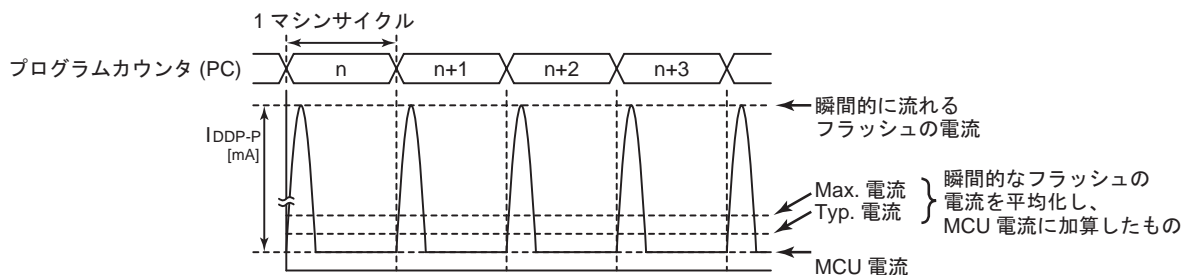

図 25-4 フラッシュメモリの間欠動作
- 注 7) フラッシュメモリでプログラムが動作しているとき、またはフラッシュメモリからデータをリードしているとき、フラッシュメモリは間欠動作を行いますので、瞬間的に図 25-4 のようなピーク電流が流れます。よってこの場合の電源電流 I_{DD} (NORMAL1/2、SLOW1 モード時)は、ピーク電流を平均化した電流値と MCU 電流の和となります。